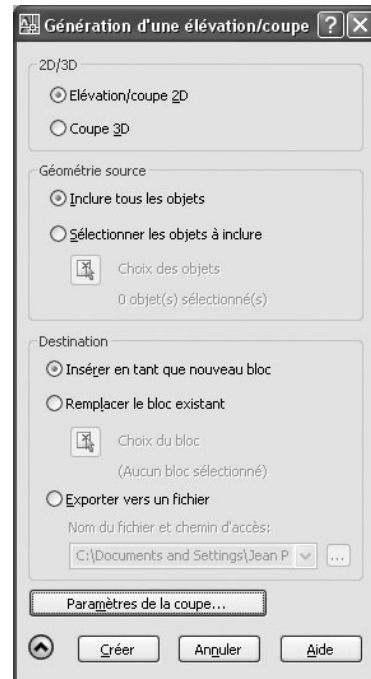

Fig.21.17
- 2 Dans la boîte de dialogue **Génération d'une élévation/coupe** (Generate Section/Elevation), cliquez sur **Élévation/coupe 2D** (2D Section/Elevation) ou **Coupe 3D** (3D Section) (fig.21.17).